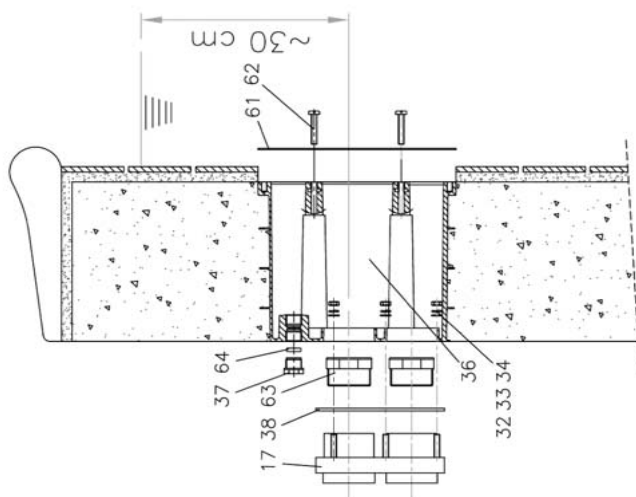

FIG.1
2a Instalação da caixa alojamento (Fig. 1, 2)
Instala-se caixa alojamento de maneira a que os dois orifícios para os passa-cabos PG16 (37) fiquem na parte superior, ficando o centro da boca aproximadamente a 30 cm. abaixo do nível de água (Fig. 1).
No caso de não instalar o equipamento de imediato pode-se obter a estanqueidade da caixa alojamento, montando os elementos fornecidos (Fig. 1) da seguinte forma: Colocar a junta de estanqueidade (38) na flange de ligação (17) e fixar ambas as peças à caixa através de 6 porcas M8 (32) e as suas anilhas correspondentes. Fixar nos alojamentos rosca PG16 as 2 juntas cegas (64) com os correspondentes passa-cabos (37). Montar os 2 tampões RG2" (63) na flange de ligação, previamente devemos pôr teflon na rosca dos tampões. Para evitar o acesso ao interior da caixa coloca-se a tampa de protecção (61) com os seus correspondentes parafusos (62).